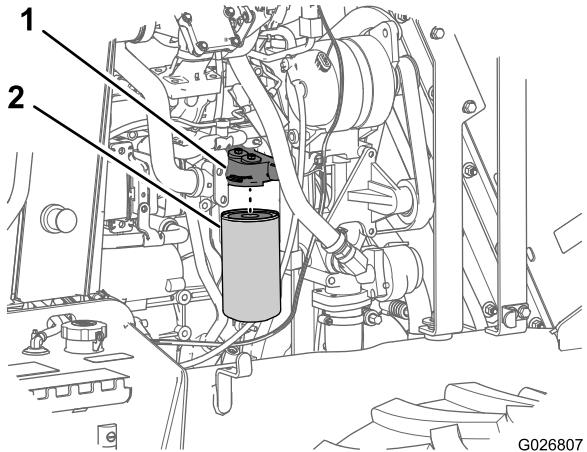

Figura 71
2. Posicione uma pequena bandeja de drenagem sob o filtro de óleo (Figura 71).
3. Gire o filtro de óleo à esquerda e remova-o (Figura 71).
7. Alineie o novo filtro de óleo ao cabeçote do filtro de óleo e gire o filtro à direita até que a vedação do filtro de óleo entre em contato com a cabeça (Figura 71).
8. Aperte o filtro de óleo com a mão, dando de 3/4 a 1 volta completa (Figura 71).